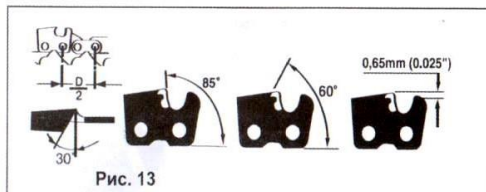

Рис. 13
- Всегда затачивайте режущие зубья с внутренней стороны и только движением напильника вперед. Протачивайте все зубья до одной и той же длины. Когда длина режущего зуба уменьшится до 4 мм, цепь считается изношенной и ее надо заменить. Обязательно контролируйте угол заточки (См. Рис.13) Для простой заточки достаточно произвести 2-3 штриха напильником в направлении изнутри наружу.